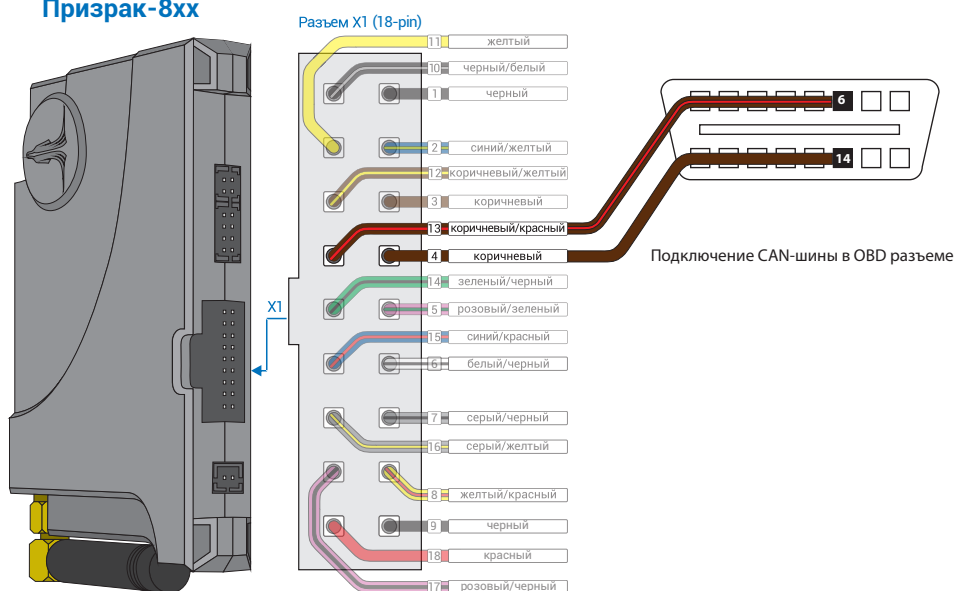

Рис. 1 Призрак-8xx v7
1. Осуществите подключение CAN-шины (см. рис. 1) и согласуйте систему Призрак с а/м (см. Integrator).